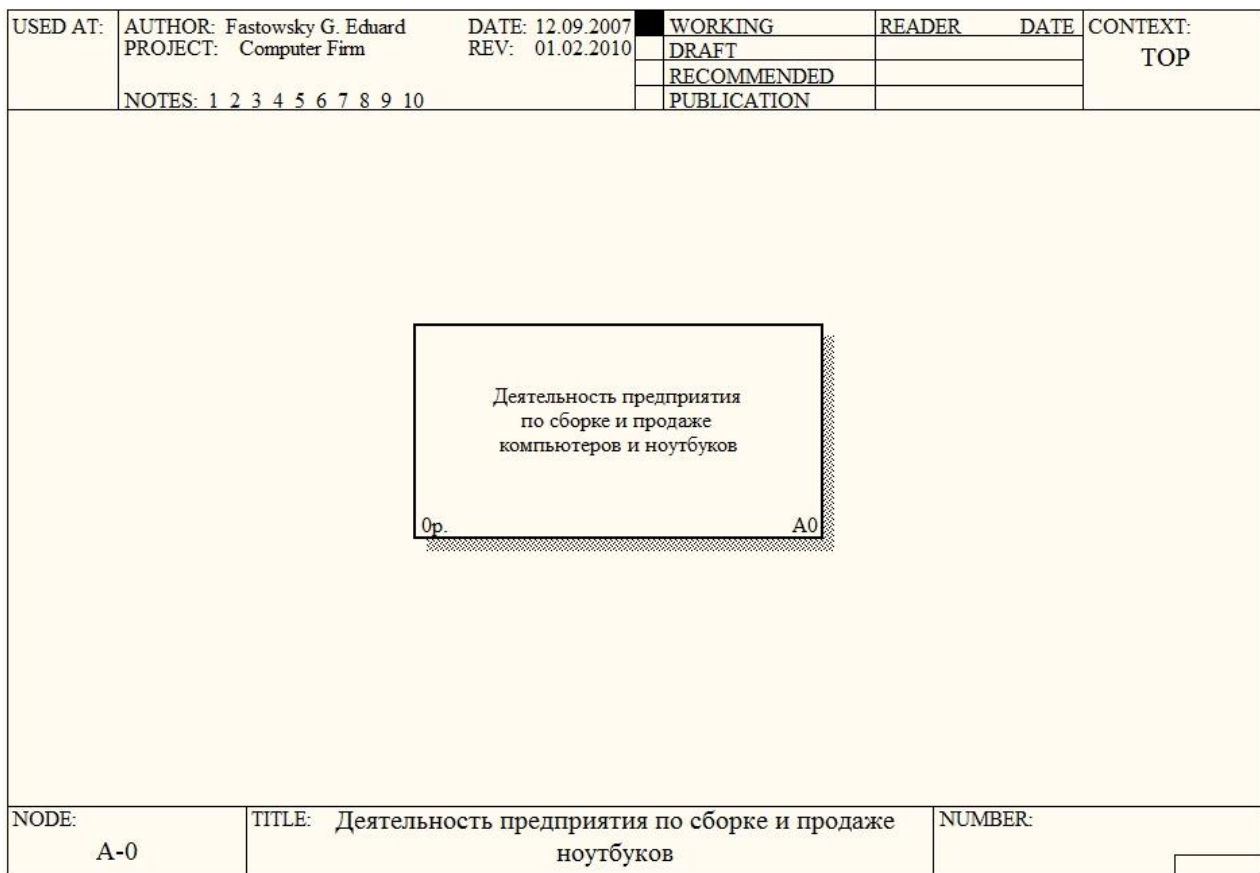

Рисунок 1. Контекстная диаграмма
**Точка зрения.** Не смотря на то, что при построении модели учитываются мнения различных людей, модель должна строиться с единой точки зрения. Точку зрения можно представить как взгляд человека, который видит систему в нужном для моделирования аспекте. Точка зрения должна соответствовать цели моделирования. В течении моделирования важно оставаться на выбранной точке зрения. В данной работе субъектом будет выступать само предприятие, а именно процессы, происходящие внутри него; цель моделирования - воспроизвести бизнес-процессы, происходящие на предприятии (модель AS-IS); точка зрения - с позиции директора как лица, знающего структуру предприятия в целом. После определения контекста моделирования можно приступить к построению контекстной диаграммы (называемой еще "черным ящиком"). Данный тип диаграммы позволяет показать, что подается на вход работы и что является результатом работы, без детализации ее составляющих. Данная диаграмма содержит только одну работу, которая будет представлять всю деятельность предприятия в целом (рис.1).